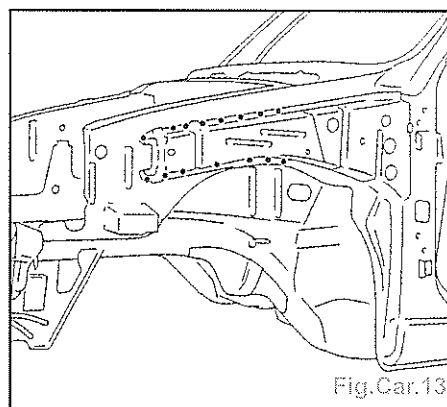

Fig.Car.13
- Poser le renfort de doublure d'aile AV (Fig.Car.13).